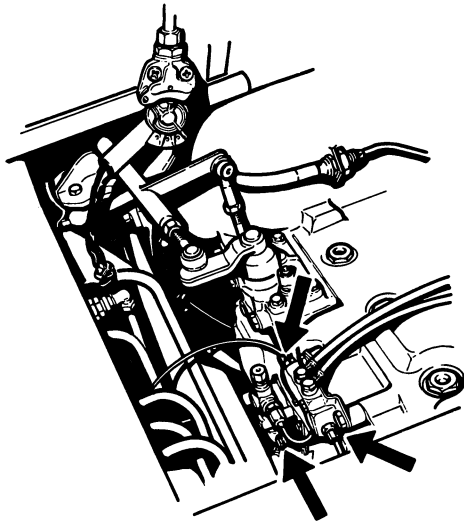

Fig. 4
- Débrancher les conduites pneumatiques de la valve de relais et de la valve principale (fig. 4). Prendre des précautions pour ne pas permuter les deux tuyaux au moment de les poser.